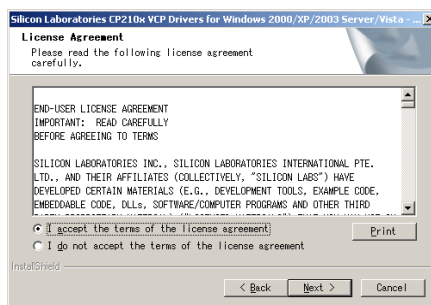

図11 USBドライバのインストール画面2
- ③「I accept...」を選んで次に進みます（図11）。